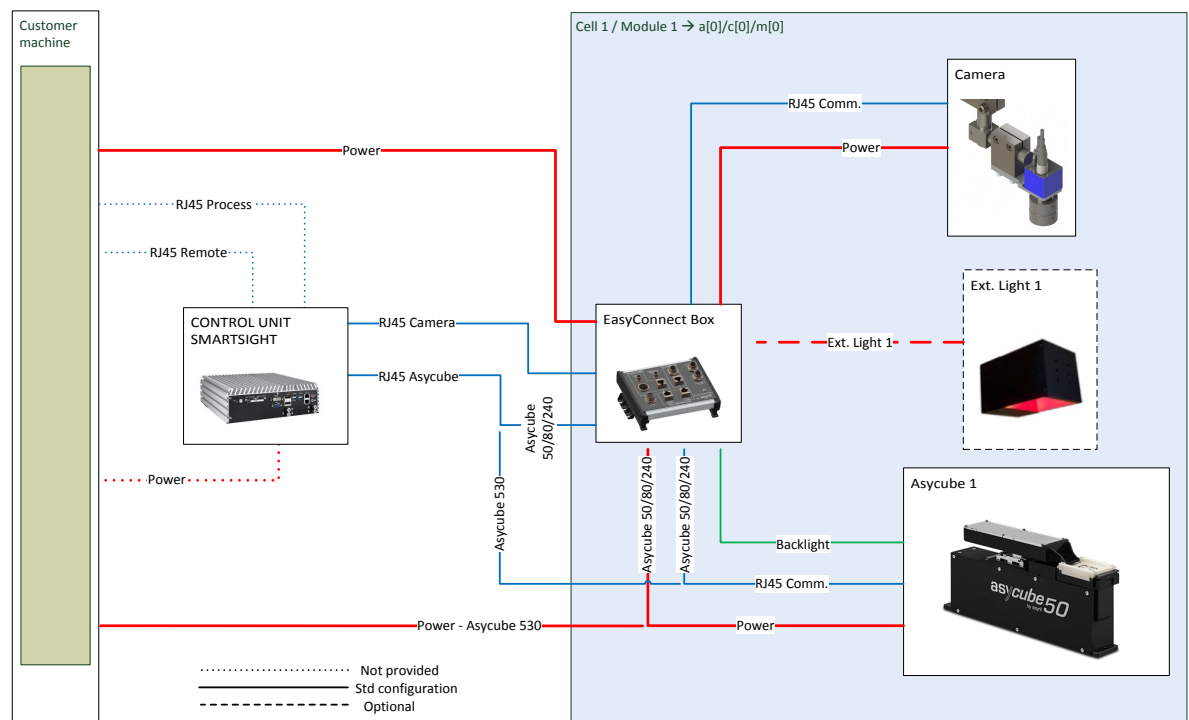

Abbildung 2-7: Allgemeines Schema einer Basiskonfiguration
- Basiskonfiguration (Abbildung 2-7)